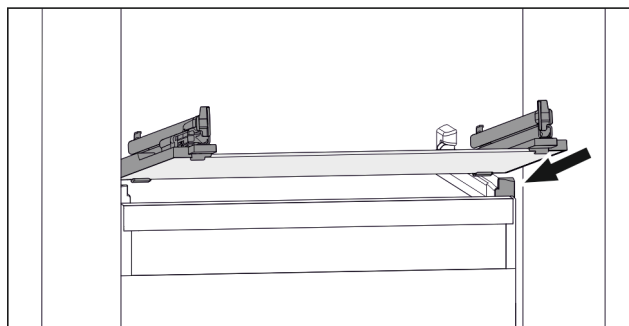

Fig. 117 Simbolična slika steklene plošče
- ▶ Steklenu ploščo postavite v poševnem položaju za zaustavljalniki. (glejte Fig. 117)